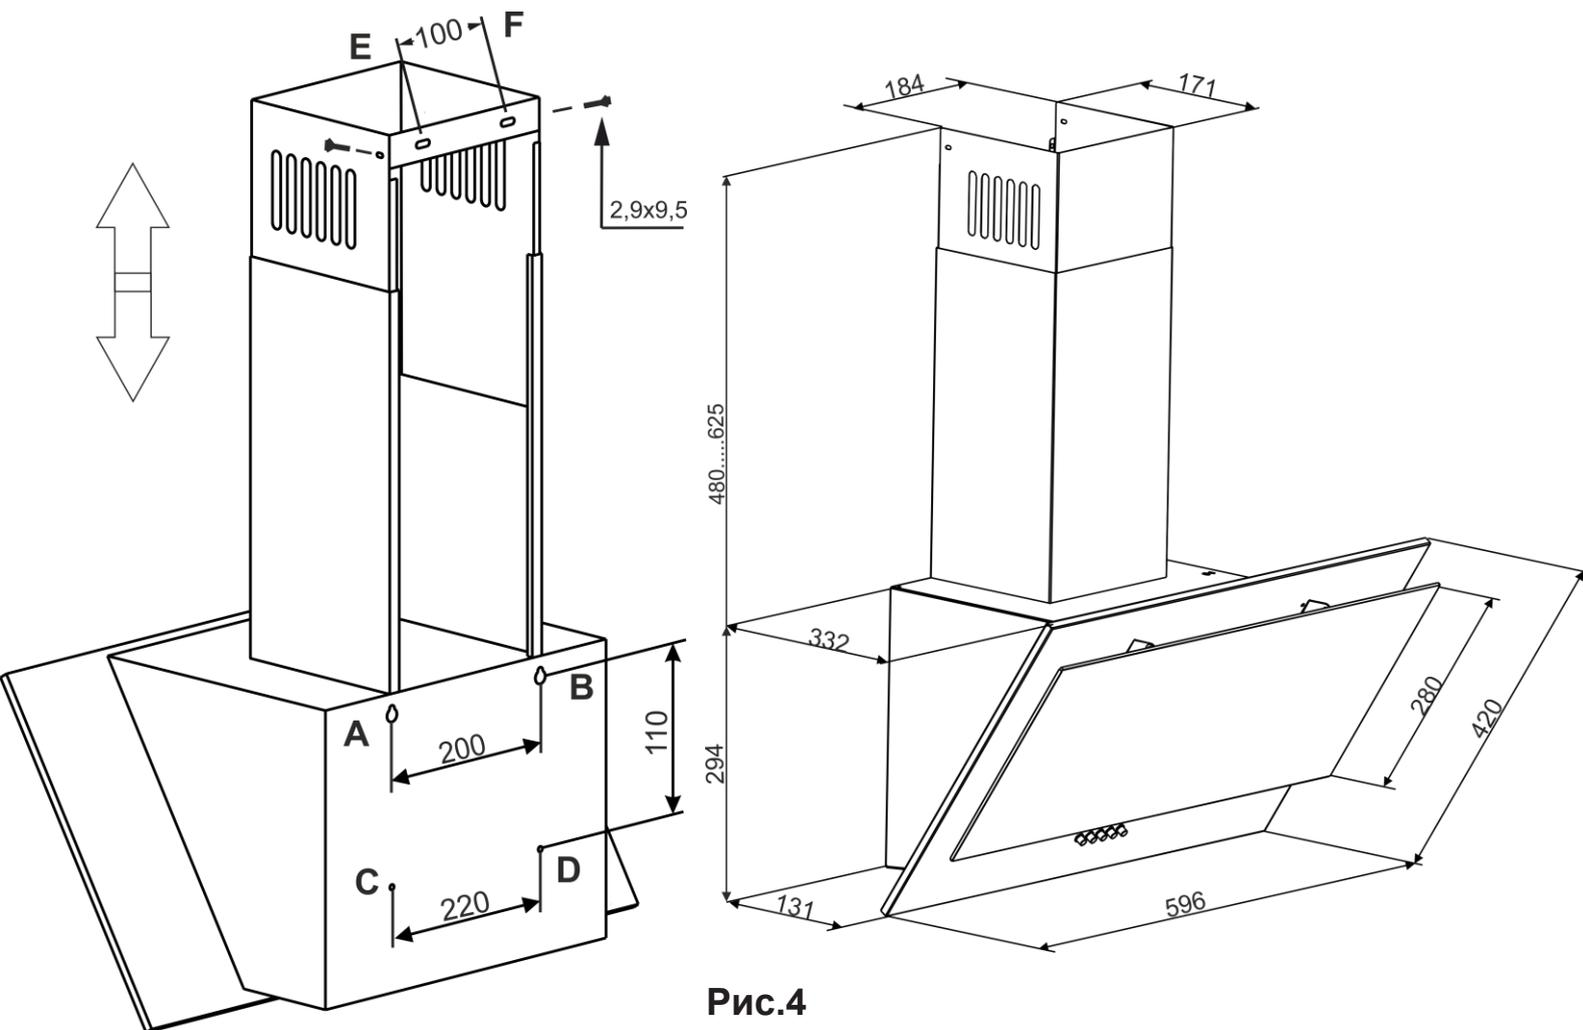

Рис.4
(рис.4).
прикладіть шаблон до стіни на необхідній висоті, що вказана вище, і вирівняйте його по рівню (рис.4).
**6.10** Установіть телескопічний комок на корпусі витяжки. Підніміть верхню панель коминка з планкою під стелю, щоб він закривав повітровід вентиляції, і розмітьте по пазам планки **2 отвори** під кріплення (т. **Е, F**) рис.4.
**6.14** Установіть зовнішню панель коминка в пази на корпусі витяжки, а внутрішню – підніміть вгору до суміщення отворів кріплення з планкою і з'єднайте їх з боків **2-ма шурупами ПКГ 2,9x9,5** (рис.4).